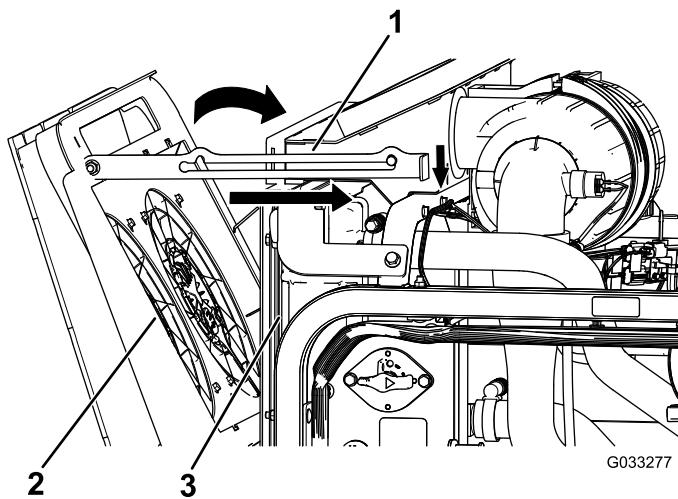

図 108
4. エンジン冷却ファンをラジエターを前側に倒して支え棒で支える (図 108)。